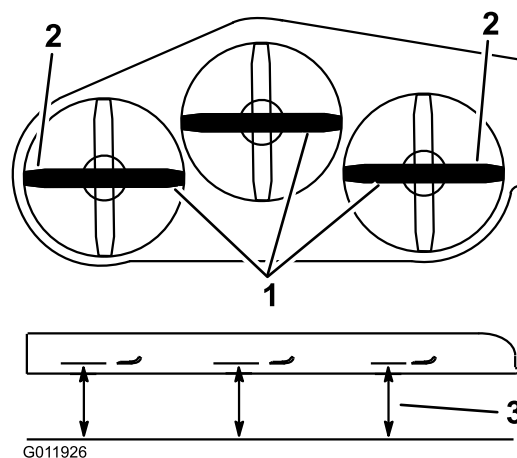

Figure 12
3. Tournez prudemment les lames jusqu'à ce qu'elles soient parallèles dans le sens transversal et mesurez la distance entre les tranchants extérieurs et le sol plat (Figure 12).